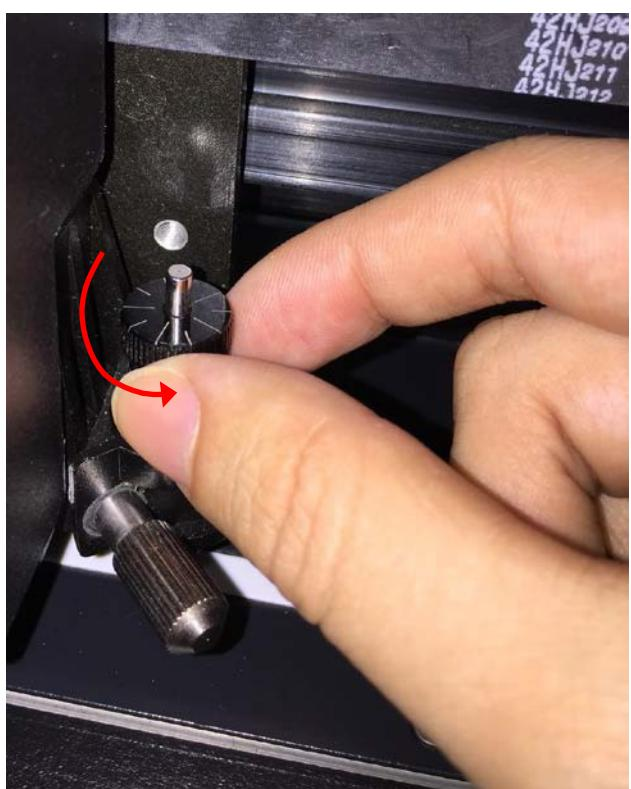

Рис. 2.6-3
4. По завершении проверки на экране будет показано, на сколько (величина после обозначения CW или CCW) и в каком направлении [CW (по часовой стрелке) или CCW (против часовой стрелки)] повернуть регулировочную головку. Например, Turn CW 5 означает «повернуть головку на 5 делений по часовой стрелке» (рис. 2.6-3, 2.6-4).